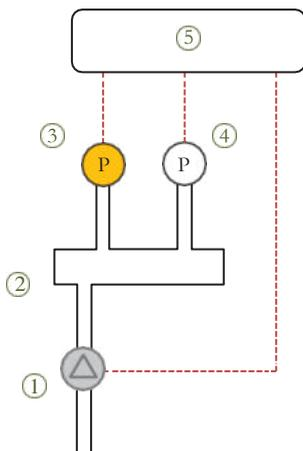

Рис. 3.4
Более простой и более общий метод калибровки состоит в том, чтобы использовать контрольный шаблон (3), откалиброванный датчик с хорошей точностью и надежностью (рис. 3.4).